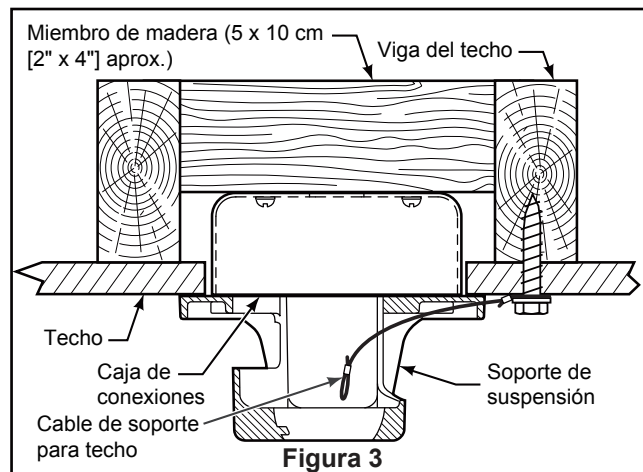

Figura 3
Uso del soporte (Figura 3)
3. Afloje los dos tornillos de fijación del soporte del barral de soporte para techo a través de la varilla. Introduzca los cables de color negro, blanco, azul cables y cable de seguridad a través de la varilla. (Figura 3)
1. Perfore un orificio de 1/4" en la estructura del edificio para evitar grietas con la instalación del tornillo de intervalo. Utilice el tornillo de intervalo de 3/8"x2" y la arandela plana para fijar el cable de seguridad a la viga del techo o a la estructura de madera. Dicho tornillo pasará a través de arandela plana, la presilla del cable de seguridad y se fijará en la estructura del edificio. (Figura 3)
NOTA: el cable de soporte para techo no se puede asegurar solamente a la caja de conexiones; se debe asegurar directamente a la viga de techo o miembro estructural con el tornillo de cabeza cuadrada de 3/8"x2" y la arandela plana. (Figura 3)
2. Deslice el receptor en el soporte de suspensión antes de realizar el cableado como se muestra en la figura 3.
3. Ensamble el ensamble del kit de iluminación en la placa del adaptador del ensamble de motor. Vuelva a colocar el tornillos retirados previamente y apriete todos los tres tornillos. (Figura 3)